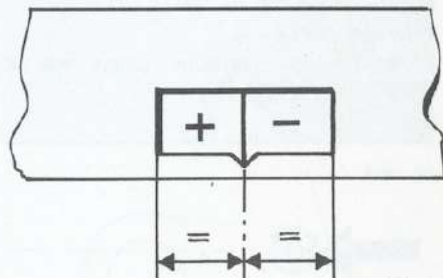

Bild 52
3. Einstellen der Fadenspannungsskala nach der Markierung im Ständerdeckel. Die Skala muss möglichst nahe der Wandung sein, darf jedoch nicht anstehen (Bild 52).